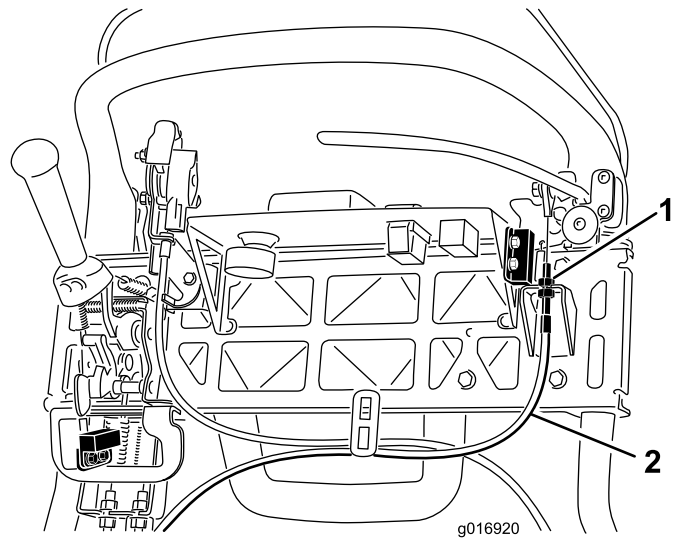

Bild 40
3. Zum Erhöhen der Kabelspannung lösen Sie die obere Kabelklemmmutter und ziehen die untere an (Bild 40), bis eine Kraft von 156 N zum Lösen des Feststellbremsriegels auf den Bremshebel aufgebracht werden muss. Stellen Sie die Bremse nicht zu fest ein, da das Bremsband sonst schleifen könnte.